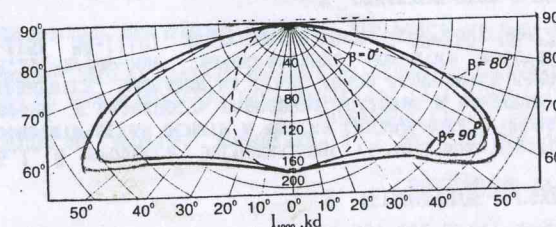

Рис.2
- 2.1. Распределение силы света светильников показано на Рис.2. Тип кривой силы света в горизонтальной плоскости - боковая, в вертикальной плоскости - широкая.